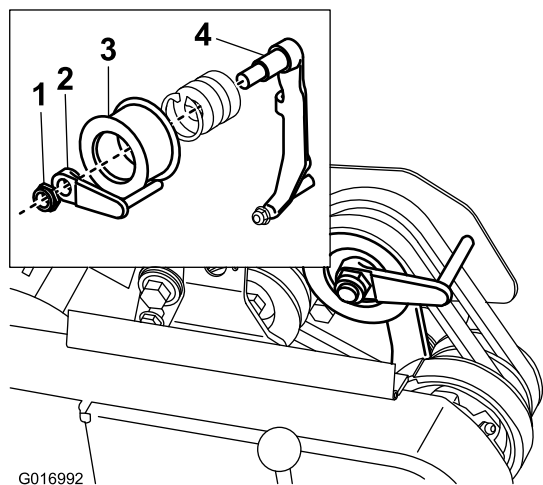

Figura 41
8. Para empujar o remolcar la máquina más fácilmente sin arrancar el motor, ajuste la guía de la correa (Figura 41, detalle) de la siguiente manera: